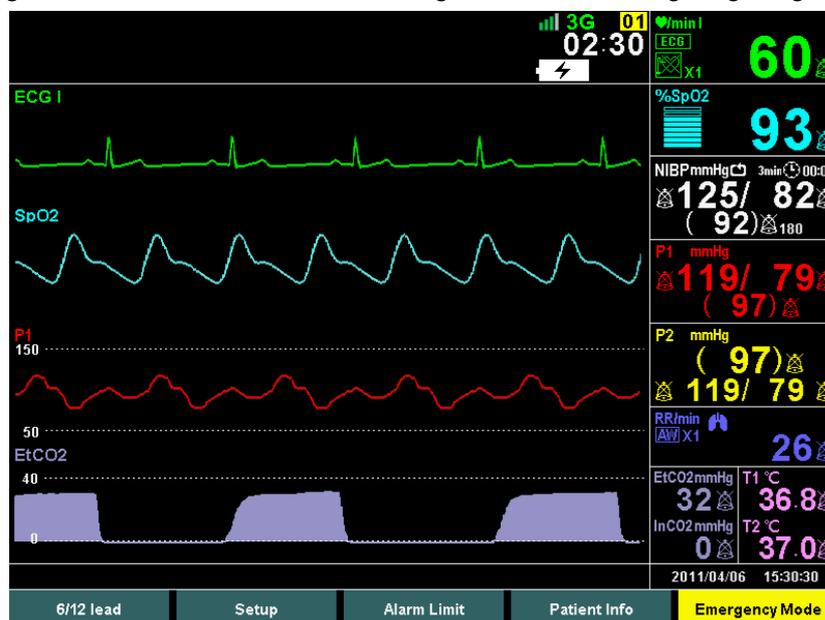

Abbildung 45: Bildschirm "Monitor-Modus"
- ▶ Wenn der Monitor-Modus des PRIMEDIC DefiMonitor EVO normal aktiviert wird, sieht das Display gemäß den vordefinierten Einstellungen wie in Abbildung 45 gezeigt aus.